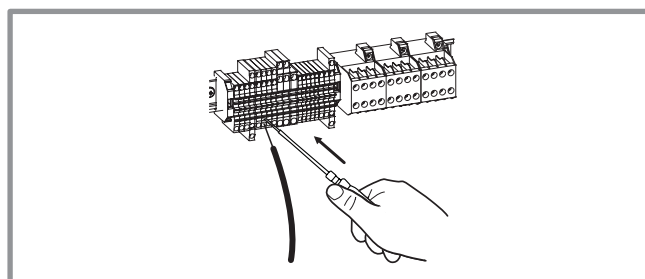

figure 30 - Bornier module hydraulique
• Connexion sur les borniers à ressorts (figure 30):